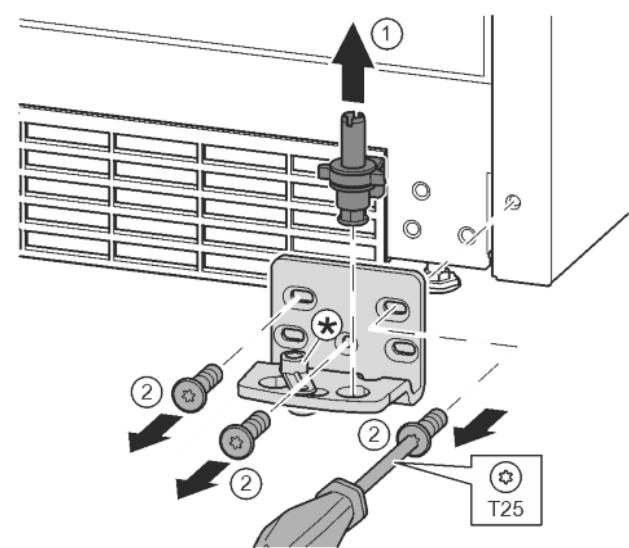

Fig. 11
- ▶ Извадете изцяло нагоре лагерния болт. Fig. 11 (1)
- Отвийте винтовете с отвертка T25 и свалете лагерната стойка. Fig. 11 (2)